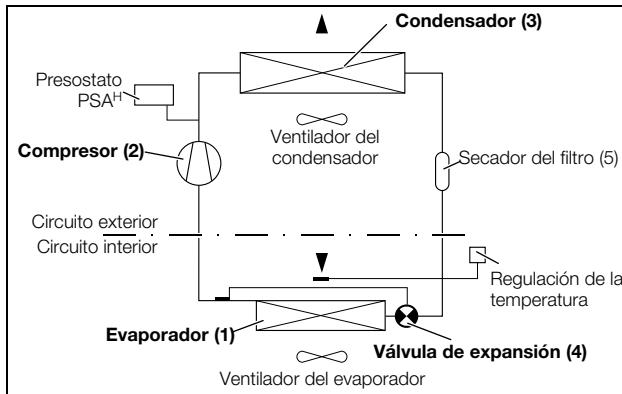

Imagen 3: Circuito de refrigeración
El refrigerador (instalación frigorífica de compresión) consta de cuatro componentes básicos (ver imagen 3): Evaporador (1), compresor del medio refrigerante (2), condensador (3), así como válvula de regulación o de expansión (4), unidos entre sí por medio de tuberías.